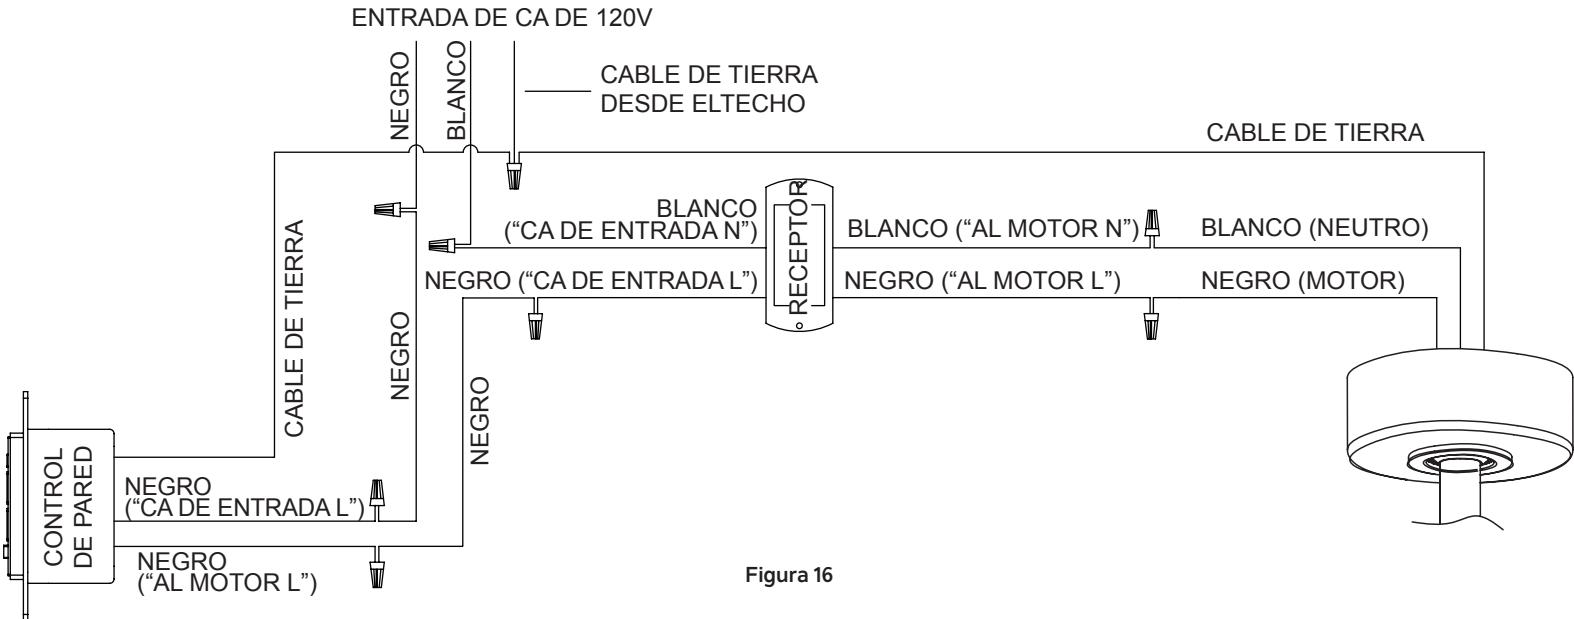

Figura 16
**Paso 2.** Conecte los cables utilizando los conectores como se muestra en el DIAGRAMA DE CABLES. (Figura 16)